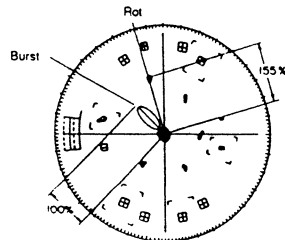

Abb. 4-45
Verwendung eines Vektorskops (Abb. 4-45)
- Die Tasten [U] und [D] drücken, so daß der Rotvektor  $155\% \pm 10\%$  des Burstsignalspegels beträgt (Abb. 4-45).
- Die [ENTER] Taste drücken, um die Daten in den EEPROM einzuschreiben, und danach eine beliebige Taste drücken, um das Display des Computers auf die Abb. 4-45 zurückkehren zu lassen.